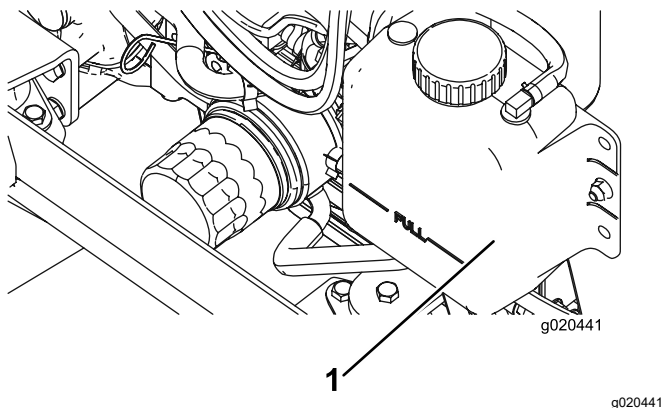

Figure 109
1. Retirez le bouchon du radiateur et le bouchon du vase d'expansion avec précaution (Figure 109).